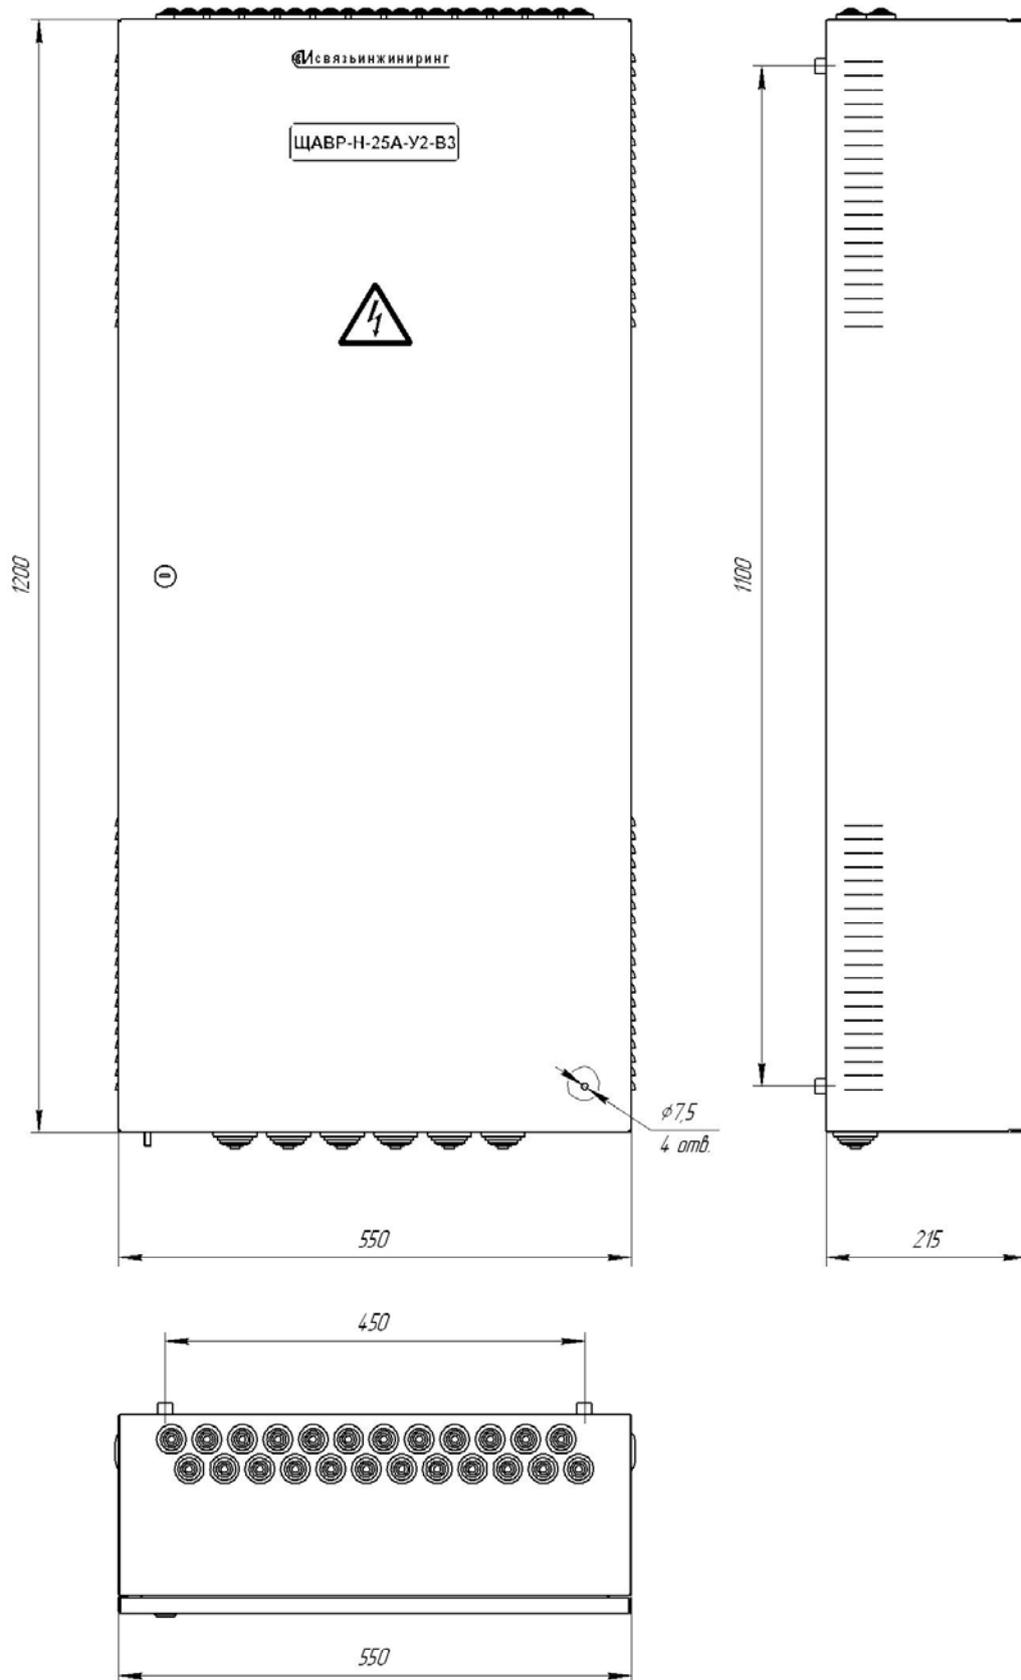

Рис. 1.
2.5 Габаритно-присоединительные размеры щита указаны на рис. 1.